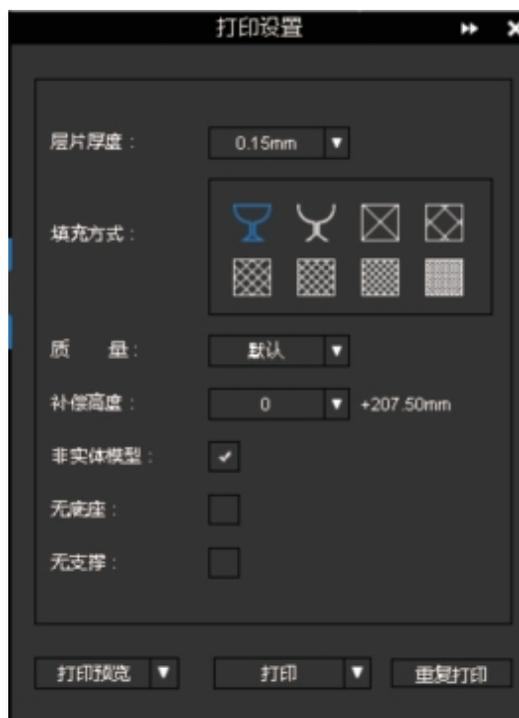

图7-1-21 打印设置
- ①单击“初始化”按钮, 完成打印机初始化。
- ②单击“打印”按钮, 设置打印参数, 如图7-1-21所示。